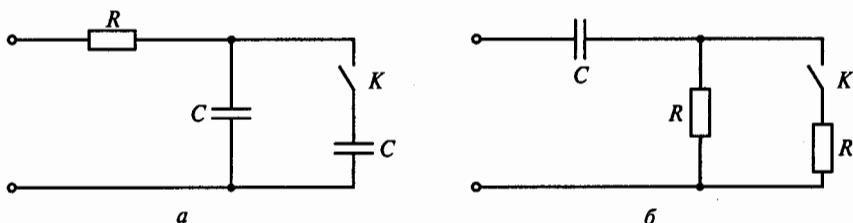

Рис. 139
**4.4.** Как изменятся постоянные времени  $\tau_a$  и  $\tau_b$  контуров, показанных соответственно на рис. 139, а и б, если замкнуть ключ К? (Указать неправильный ответ.)